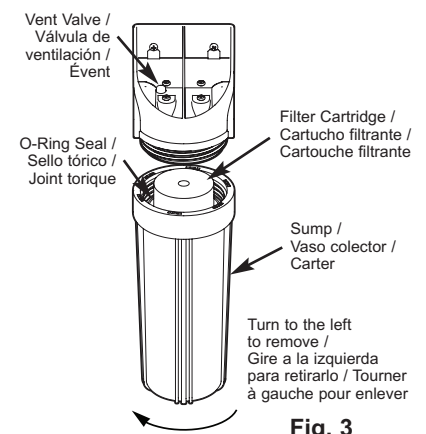

Fig. 3
1. Close the water supply shutoff valve to the filter (See Figure 1). To relieve pressure in the filter, press the vent valve on top of the filter head (See Figure 3) or open a cold water house faucet downstream of the filter.
2. Turn the sump to the left to remove from the head (See Figure 3). Be careful, as the sump is full of water. Do not lose the large o-ring seal.
2. Gire el vaso colector a la izquierda para retirarlo del cabezal (Vea la Fig. 3). Tenga cuidado. El vaso colector está lleno de agua. No pierda el aro tórico grande.
1. Fermez d'abord l'arrivée d'eau du filtre (voir figure 1). Pour relâcher la pression à l'intérieur du filtre, appuyez sur l'évent situé sur le dessus de la tête du filtre (voir figure 3) ou ouvrez un robinet d'eau froide en aval du filtre.
2. Tournez le carter vers la gauche pour le séparer de la tête (voir figure 3). Prenez garde, car le carter est rempli d'eau. Ne dégagez pas le grand joint torique.